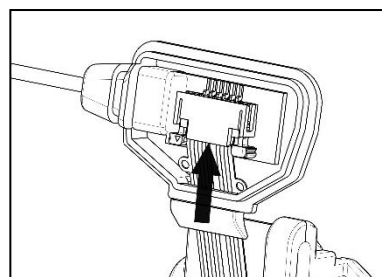

Fig. 6
6. Fügen Sie das Flexkabel der Tastenvorrichtung behutsam ins Gegenstück ein (Abb. 6).
6. Gently insert the keypad flex in its housing (Fig. 6).
6. Inserire delicatamente il flex tastiera nella controparte (Fig. 6).
6. Insérer délicatement le câble plat flexible du pavé dans la contrepature (Fig. 6).